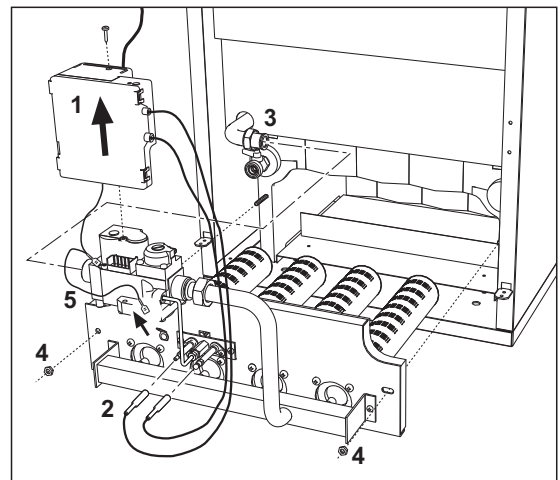

рис. 7
2. Демонтируйте электронный блок управления "1" газовым клапаном (рис. 7).